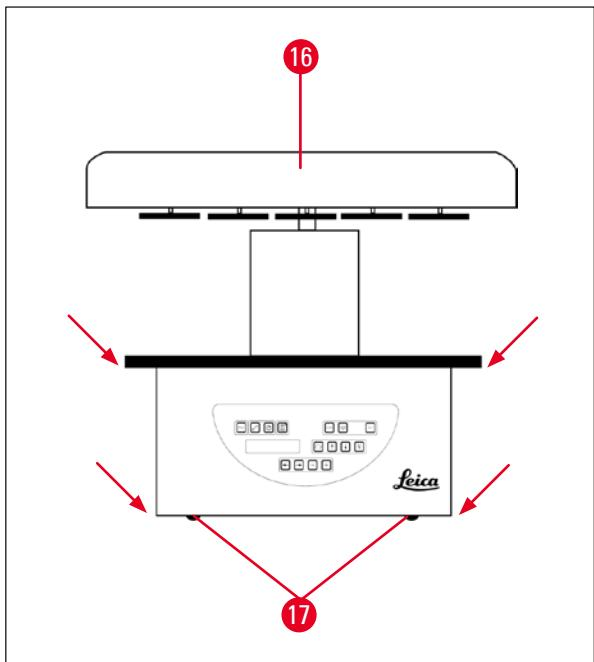

図 12
- 装置を持ち上げるには、試薬コンテナ プラットフォームまたはハウジングの下端(→図 12)を持ち、ベースプレート(→図 11-10)から持ち上げます。